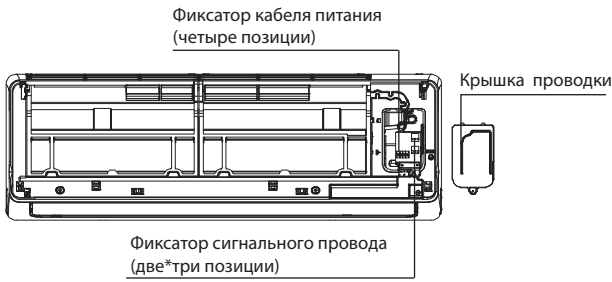

Рис. 7-2
2. Подсоедините электропитание и линии связи (Рис. 7-2~4).